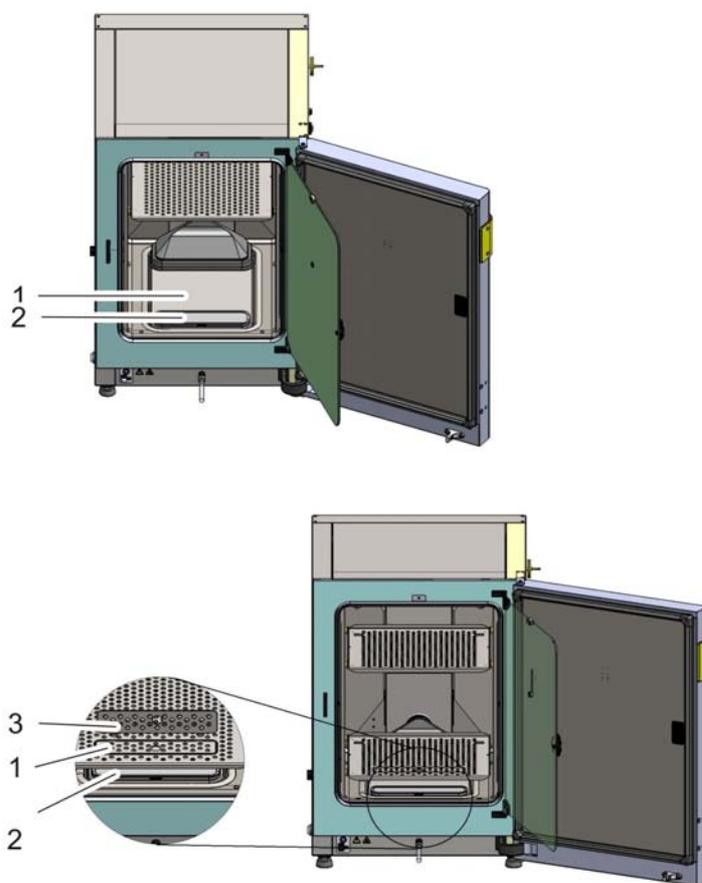

Figura 5-1. Depósito de agua
2. Extraer el filtro previo (2/Figura 5-1).
3. Bandeja con sección de llenado (**HERACELL VIOS 160i CR**): Abrir la tapa (3/Figura 5-1).
4. Añadir una cantidad suficiente de agua estéril en la bandeja (debajo de la cubierta pos. 1 en Figura 5-1) del recinto útil.
7. Volver a montar el filtro previo (2/Figura 5-1).